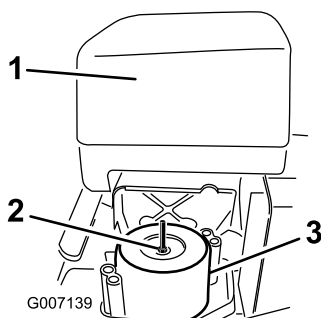

Figura 50
5. Retire la tuerca de orejeta de los filtros de aire y retire los filtros (Figura 50).
2. Coloque el conjunto del filtro sobre la base del limpiador de aire y fíjelo con una tuerca de orejeta (Figura 50).